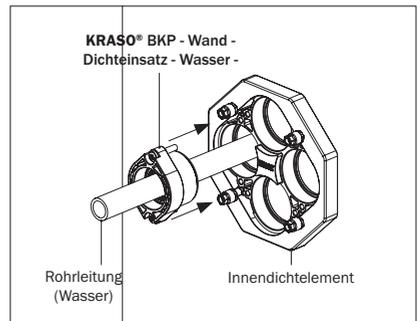

Abbildung 13.3: Montage **KRASO® BKP - Wand - Dichteinsatz - Wasser -** innenseitig
- Schieben Sie den **KRASO® BKP - Wand - Dichteinsatz - Wasser -** mit der Gummidichtung voraus über die Rohrleitung bis in das Innendichteelement des **KRASO® Bauherren-Komfortpakets - Wand**. Beachten Sie, dass die Schraublöcher am Dichteinsatz und die Kernlöcher im Innendichteelement übereinander liegen (s. Abbildung 13.3).